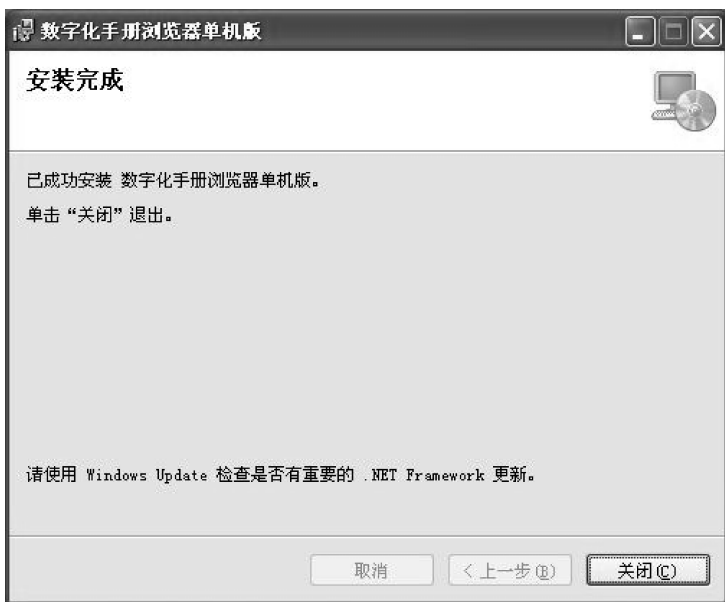

图 1-10 “安装完成”窗口
9) 当安装成功后, 安装向导显示如图 1-10 所示的“安装完成”窗口, 提示用户系统已正确安装完成。单击“关闭”按钮, 完成安装。